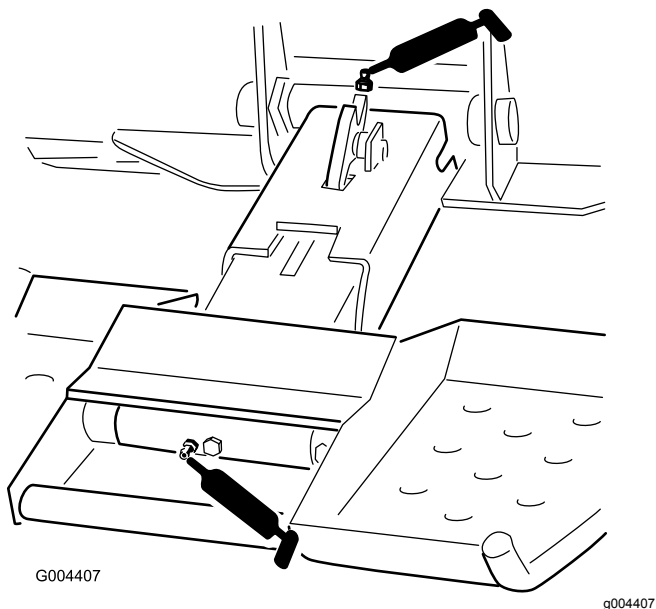

Figure 12
4. Raccordez une pompe à graisse à chaque graisseur (Figure 12).